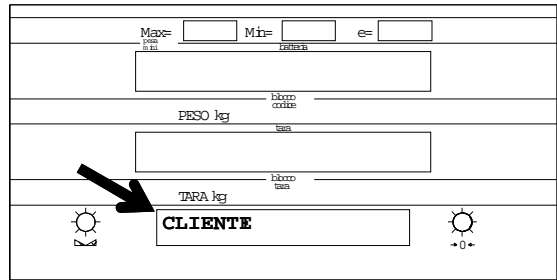

Figura 22
1.Scegliere la dicitura da cambiare (per esempio "CLIENTE" come indicato nella figura 22), e premere il tasto: